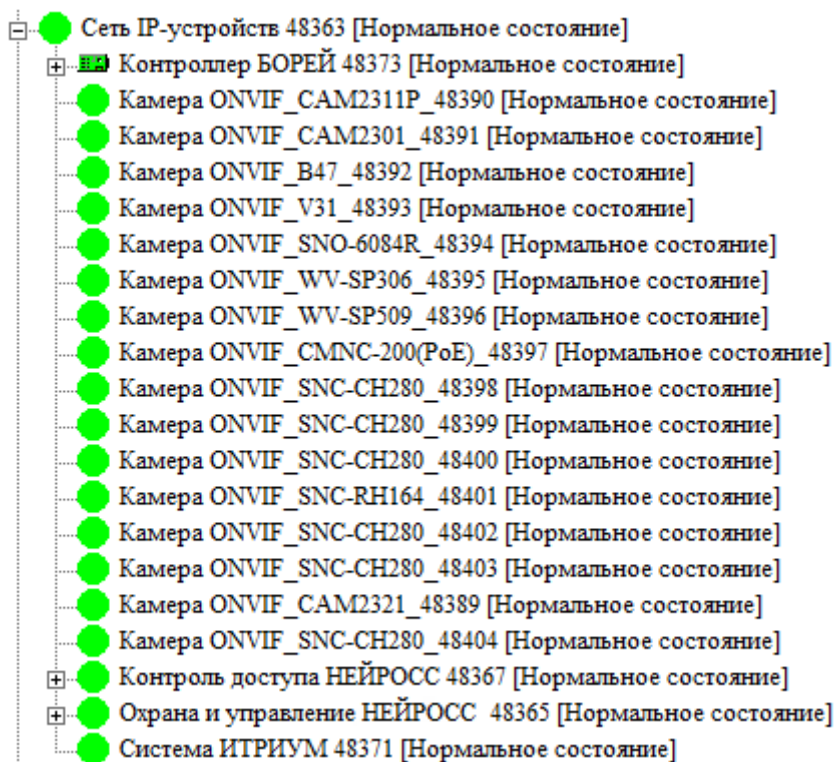

Рисунок 9.113 — Сеть IP-устройств. Дерево элементов с ONVIF-устройствами
- По умолчанию задан не строгий режим фильтрации доменов. Это означает, что принимаются извещения от устройств, не имеющих домены (например, ONVIF-камер) и устройства «видны» в системе безопасности (рисунок 9.113). Если принимать извещения от таких устройств не требуется, необходимо в окне частных свойств элемента **Служба НЕЙРОСС** установить флаг в поле **Строгий режим фильтрации доменов**, сохранить параметры и перезапустить службу.